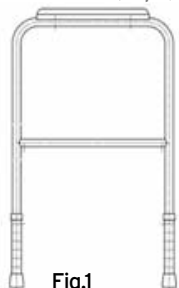

Fig.1
L'impugnatura deve essere rivolta verso il centro del sedile (Fig.1).
(Fig.1)
- Rimuovere tutti gli imballi e preparare tutte le componenti per l'assemblaggio. (Fig.1)